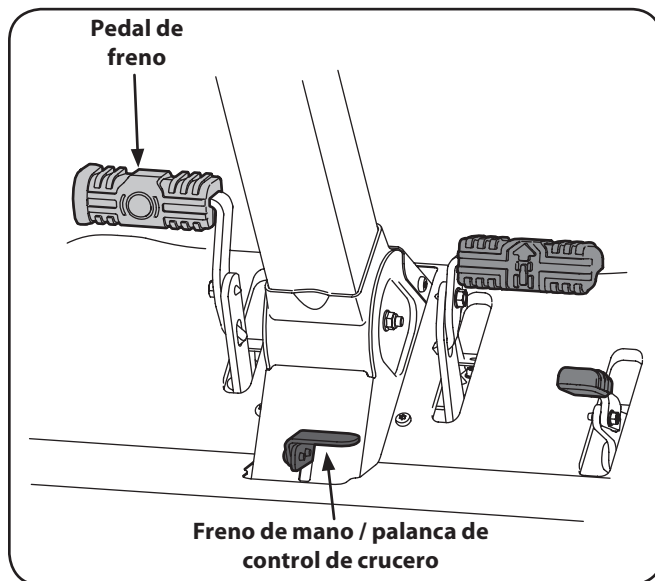

Figura 5-43
2. Ponga el freno de mano oprimiendo hacia adelante el pedal de freno (○), luego oprima la palanca de control de crucero/freno de mano y posteriormente suelte el pedal del freno (○). Consulte la Figura 5-43.
3. Verifique que el interruptor de la toma de fuerza (PTO) se encuentre en posición desactivada (abajo). Consulte la Figura 5-43.